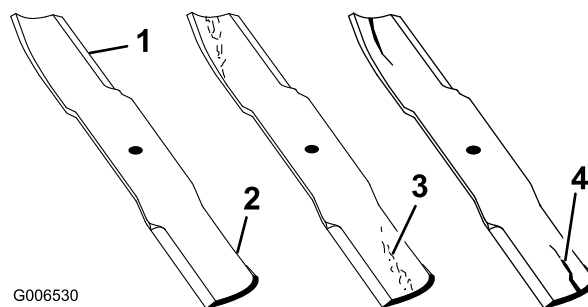

Figura 53
1. Inspeccione los filos de corte (Figura 53). Si los bordes no están afilados o tienen muescas, retire las cuchillas y afílelas. Consulte Afilado de las cuchillas \(página 43\).
2. Inspeccione las cuchillas, especialmente la parte curva (Figura 53). Si observa daños, desgaste o la formación de una ranura en esta zona (elemento 3. en la Figura 53), instale de inmediato una cuchilla nueva.